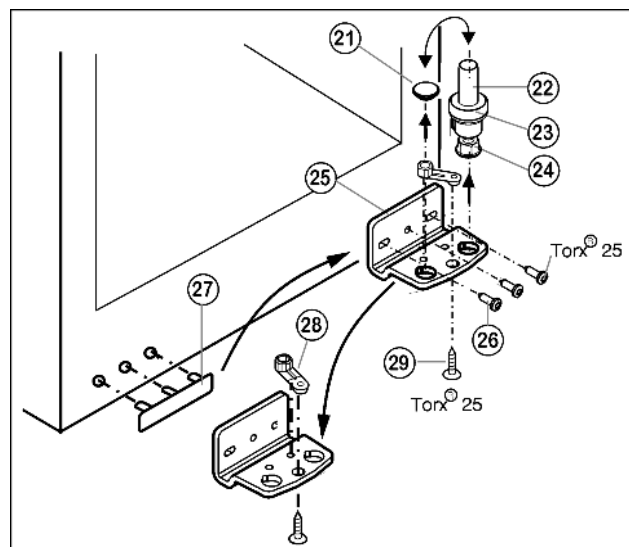

Fig. 5
- ▶ Извлеките опорный винт Fig. 5 (22) в комплекте с шайбой Fig. 5 (23) и регулируемой опорой Fig. 5 (24), вытягивая его вверх.
- ▶ Снимите пробку Fig. 5 (21).
- ▶ Открутите Fig. 5 (26) опорный кронштейн Fig. 5 (25).
- ▶ Открутите Fig. 5 (29) опорную деталь Fig. 5 (28) и, переставив в отверстие на противоположной стороне опорного кронштейна, снова прикрутите.
- ▶ Осторожно снимите и переставьте на противоположную сторону крышку со стороны ручки Fig. 5 (27).
- ▶ Снова прикрутите опорный кронштейн Fig. 5 (25) на новой стороне шарнира (с моментом 4 Нм). При необходимости используйте аккумуляторный шуруповерт.
- ▶ Переставьте пробку Fig. 5 (21) в свободное отверстие.
- ▶ Вновь установите опорный винт Fig. 5 (22) в комплекте с шайбой и регулируемой опорой. При этом фиксатор должен быть направлен назад.
- ▶ Установите дверцу сверху на нижний опорный палец Fig. 5 (22).
- ▶ При необходимости выравнивайте дверцу через два продольных паза в нижнем опорном кронштейне Fig. 5 (25) параллельно корпусу устройства. Для этого выкрутите средний винт.